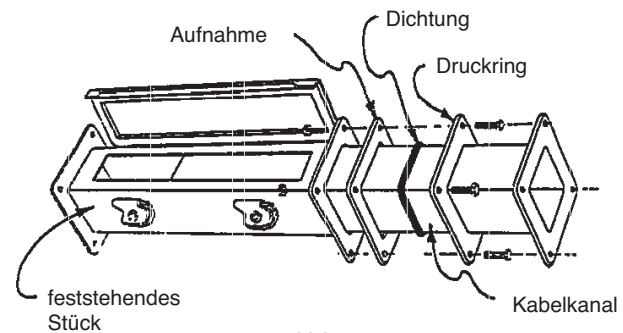

Abb. 2
II. Zusammenbau: Die meisten Kabelkanäle werden montiert, indem eine Dichtung zwischen den Flanschen plaziert wird und diese dann mit Schrauben und Mutter wie in Abb. 2 gezeigt zusammengefügt werden.
1. Montieren Sie den Druckring, die Dichtung und die Aufnahme wie in Abb. 2 gezeigt auf dem Kanalstück.